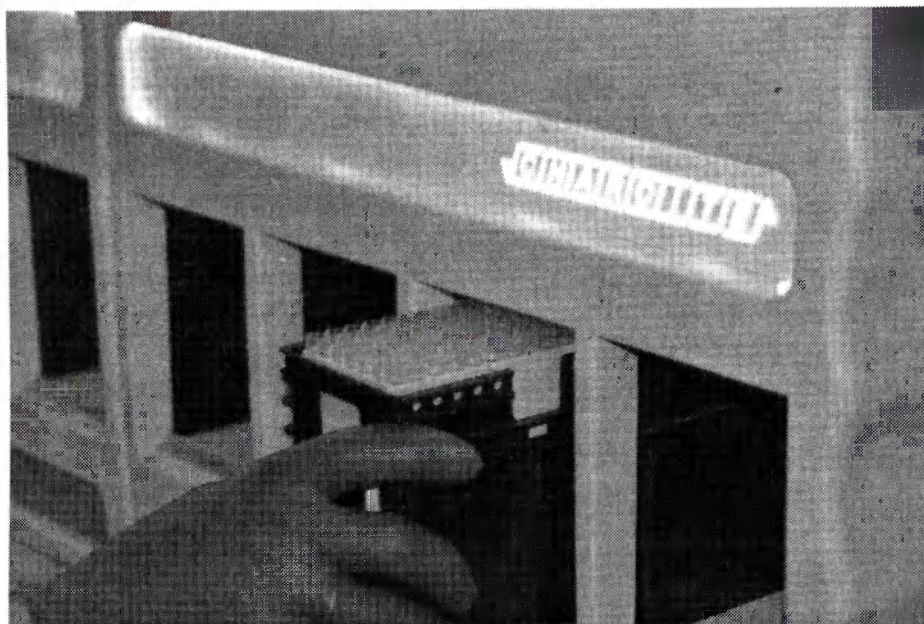

Рисунок 1-6: Штатив с наконечниками для реагентов
- б) *Наконечники для реагентов* - наконечники для реагентов поставляются в штативе, который вмещает 98 наконечников и для дальнейшего использования в анализаторе устанавливается в картридж для реагентов (Рисунок 1-6). Штатив наконечников для реагентов имеет этикетки с 2-мерным штрих-кодом на обоих торцах, которые расположены так, чтобы их можно было считать после установки в картридж. Штатив с наконечниками для реагентов в картридже загружается в приемный отсек через дверцы так, чтобы этикетка со штрих-кодом была обращена к анализатору. После считывания информации происходит идентификация и перемещение штатива в рабочую зону для реагентов для последующего использования. Штрих-код также содержит информацию о номере партии наконечников.